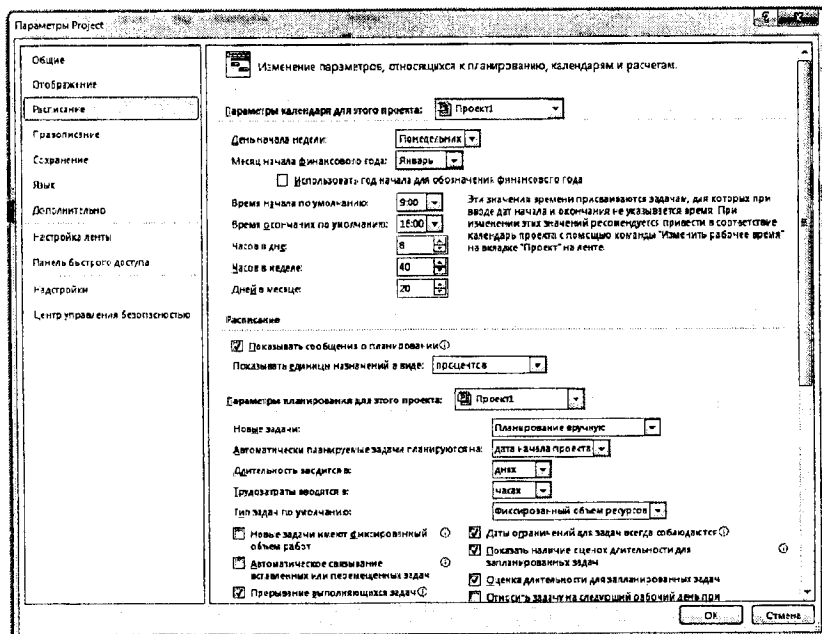

Рис. 11. Налаштування робочого часу
2. Закладка "Розклад" (рис. 11):